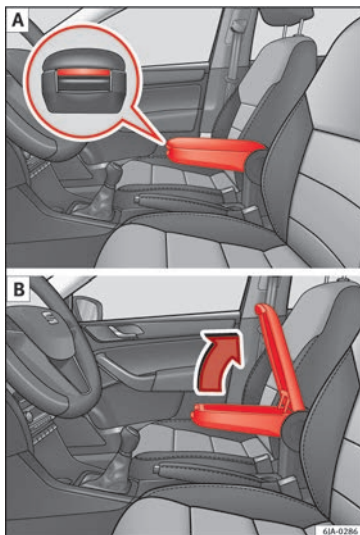

Fig. 146 Apoyabrazos/abrir y cerrar el portaobjetos.
– Pulse la tecla situada en la parte delantera del apoyabrazos »» **fig. 146** - **A**.
– Levante la tapa del guardaobjetos hacia arriba »» **fig. 146** - **B**.